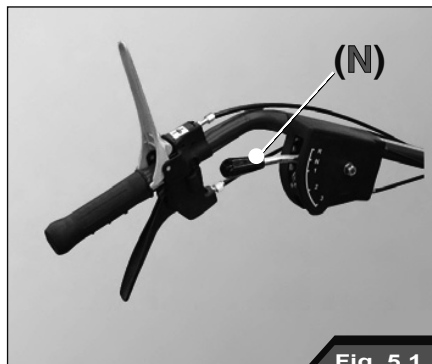

Fig. 5.1
- Dla własnego bezpieczeństwa sprawdzić, czy dźwignia zmiany biegów znajduje się w położeniu biegu jałowego (N, Rys. 5.1).
- Sprawdzić dla własnego bezpieczeństwa, czy dźwignie napędu urządzenia (2) i uruchamiająca wirnik ostrzy (6) znajdują się w położeniu pionowym.